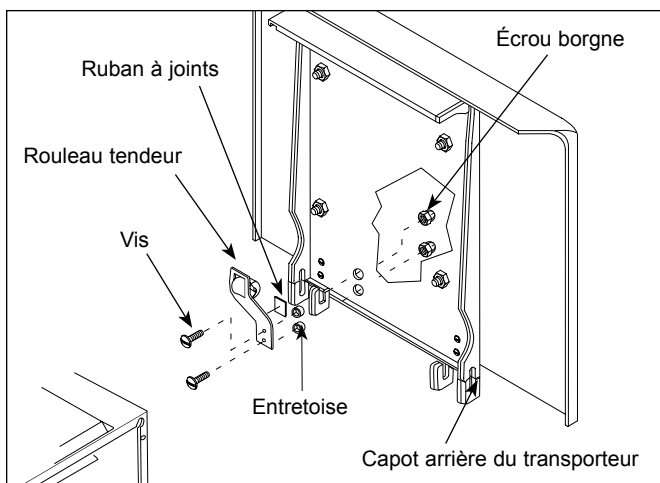

Figure 18. Remplacement du rouleau tendeur
1. Retirez les vis des écrous borgnes (Figure 18) et le rouleau tendeur.